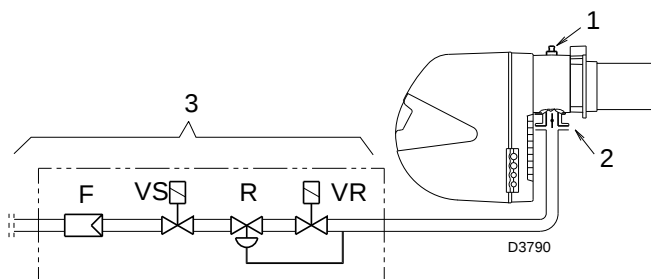

Abb. 21
Gasdruck am Anschluss 1) (Abb. 21) gemessen, bei Brennkammer auf 0 mbar.
Strömungsverlust Gasdrossel 2) (Abb. 21) bei maximaler Öffnung: 90°.
Strömungsverlust Armatur 3) (Abb. 21) bestehend aus:
- Ziehen Sie vom Gasdruck am Anschluss 1) (Abb. 21) den Druck in der Brennkammer ab.
Gasdruck an der Entnahmestelle 1) (Abb. 21) = 14,1 mbar
Um stattdessen den am Anschluss 1) notwendigen Gasdruck zu ermitteln (Abb. 21), nachdem die Höchstleistung festgelegt wurde, bei der der Brenner arbeiten soll:
- Lesen Sie rechts, in Spalte 1, den Druck an der Entnahmestelle 1) (Abb. 21) ab.
An der Entnahmestelle 1) (Abb. 21) erforderlicher Druck.